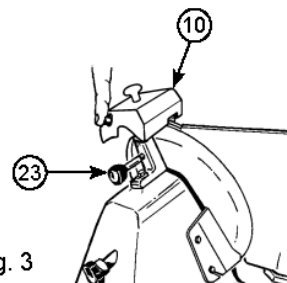

Fig. 3
avoir vérifié la présence de bavures, mettez l'interrupteur (5) en marche et appuyez doucement sur le bouton (27) pendant environ 3 secondes pour retirer la bavure produite pendant l'affûtage. Remettez le bouton gradué (6) en position "0". • Après affûtage, remontez le module aiguiseur (10) dans sa position d'origine, voir Fig.3 et nettoyez le bord de la lame et les roues avec de l'alcool. • Après plusieurs opérations, enlevez tout résidu de la meule d'affûtage avec de l'alcool et une brosse.